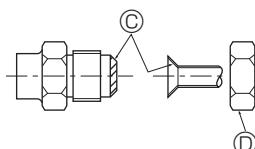

Fig. 4-5
4.3. Tubos de conexión (Fig. 4-4, Fig. 4-5)
[Fig. 4-5]
(A) (Fig. 4-5)